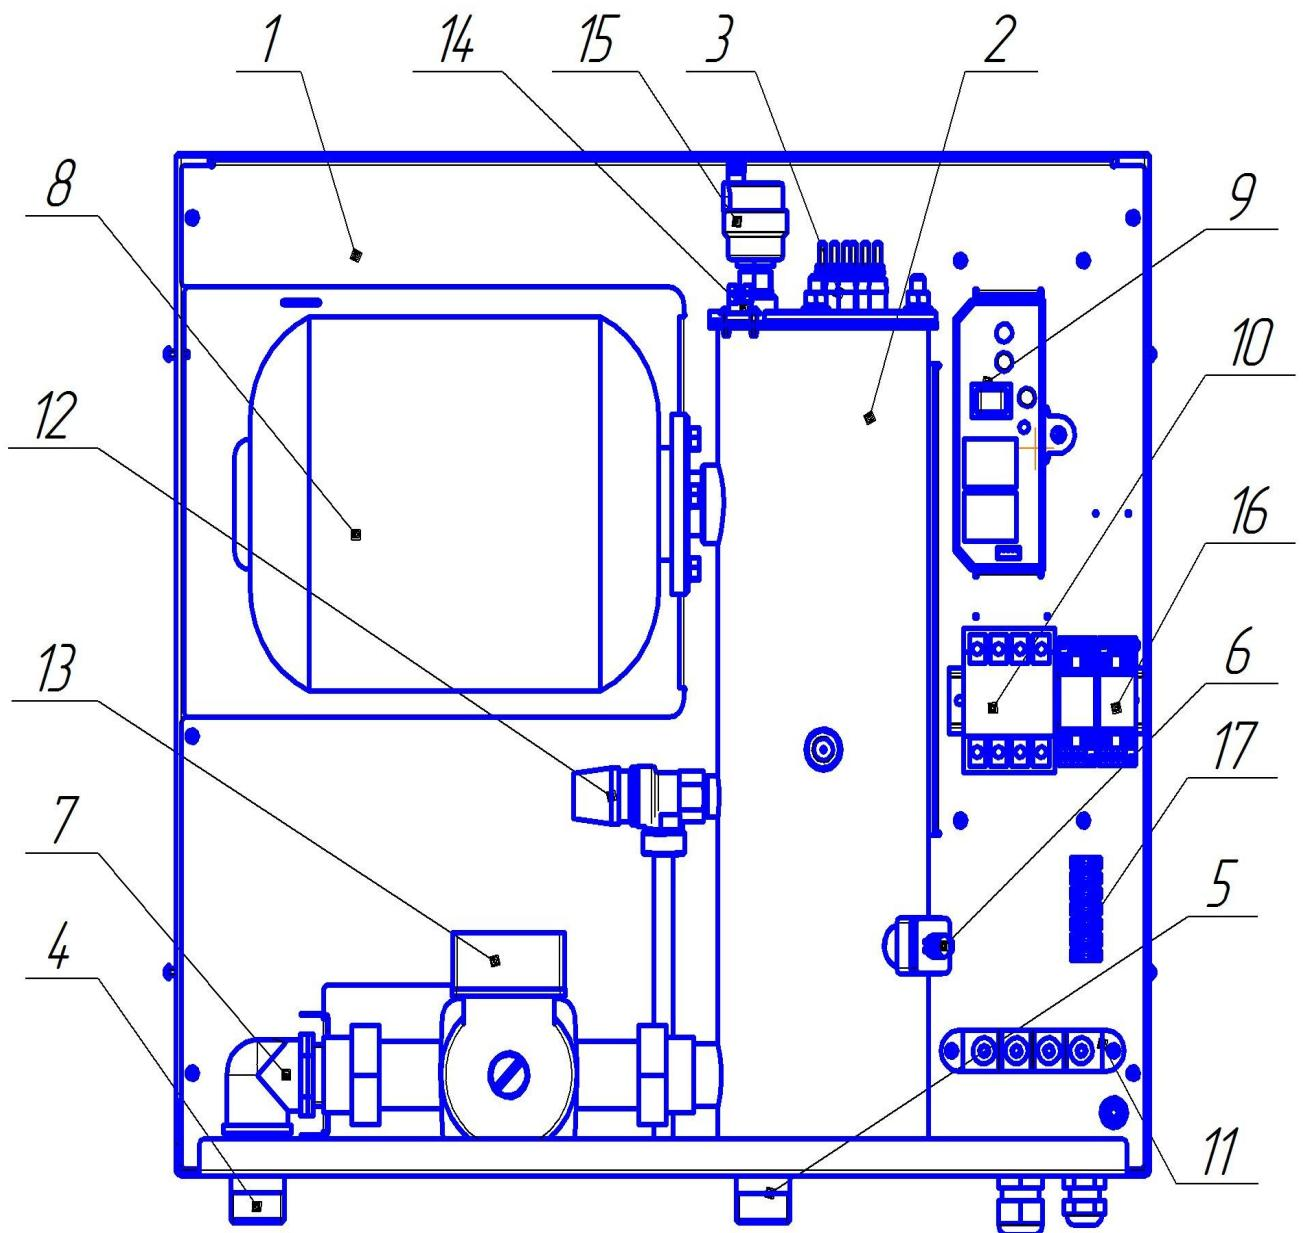

Рис.4 Компоновка котла
- 8.13 Сохранение выставленных потребителем значений температуры происходит автоматически по истечении трех секунд после последнего нажатия данных кнопок. Для того, чтобы посмотреть какая рабочая температура нагрева была задана, достаточно вновь нажать на кнопку «+» или «-». Диапазон температур от 25°C до 85°C. Желательно не выставлять максимальную температуру нагрева, так как это может привести к срабатыванию аварийного терmostата 14 (рис.4). При этом котел отключится,
9.1 Пульт управления подключить к ЭВН-К (рис.3) через клеммы 17 (рис.4) согласно нанесенной маркировке.